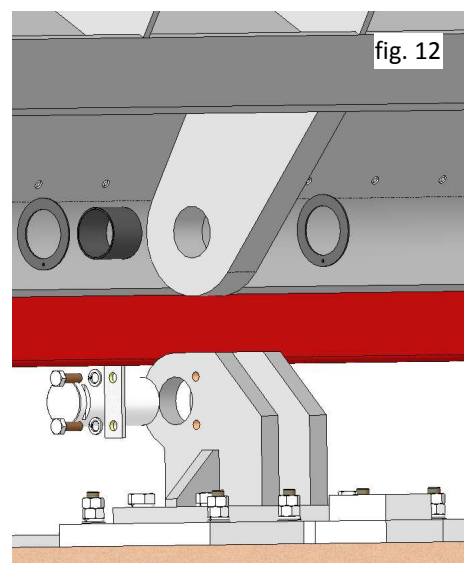

fig. 12
9. Lâcher les vis de fixation des plaques anti-rotation des supports de rotation (fig. 12).
10. Retirer les boulons des supports (fig. 12) et c'est à ce moment que le panneau restera suspendu du moyen de levage.
12. Extraire les rondelles à butée et les paliers lisses de tous les points de rotation et nettoyer leurs emplacements (fig. 12).